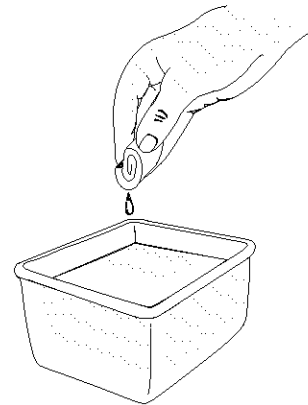

Fig. 25
3. Lave el filtro en agua y detergente (Fig. 25). Enjuague bien el filtro. Escurra el exceso de agua. Déjelo secar por completo.